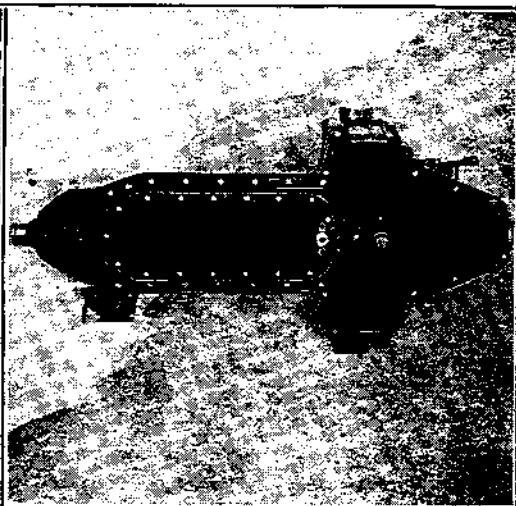

Fig. 275
- e) Dévissez les 27 boulons et écrous de fixation de la transmission et des cylindres au carter. (Voir fig. 275.)